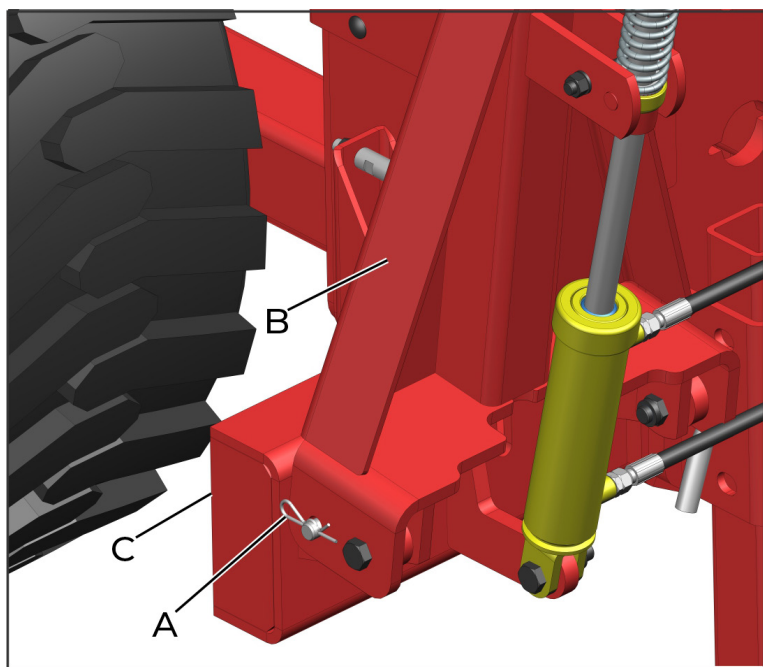
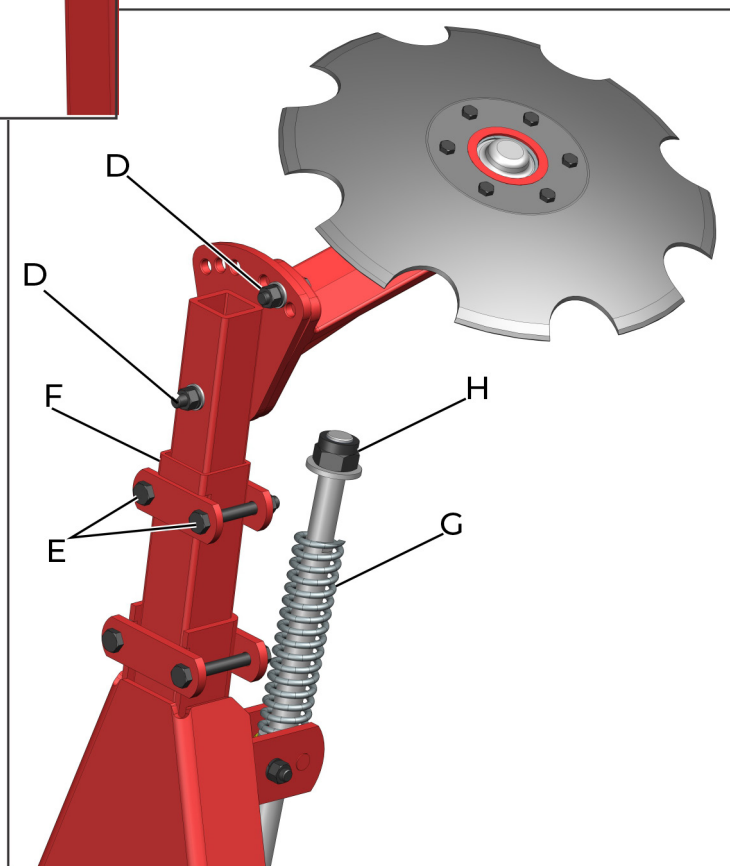

fig. 46
fig. 47
Al iniciar la operación de siembra, desbloquear el perno de bloqueo (A) (fig. 46), del marcador (B) (fig. 46). Soltando el soporte (C) (fig. 46).
Al transportar, realizar servicios de mantenimiento o almacenamiento, bloquee el brazo marcador a través del perno (A) (fig. 46). Los discos marcadores permiten una amplia regulación a través de los tornillos (D) (fig. 47).
Para ajustar la distancia del disco marcador, afloje los tornillos (E) (fig. 47) del brazo (F) (fig. 47).
Este tipo de marcador de líneas consiste en un sistema de resorte copiador (G) (fig. 47), con regulación de presión a través de la tuerca (H) (fig. 4), lo que permite una lectura uniforme y de fácil regulación en los más variados tipos de suelo.